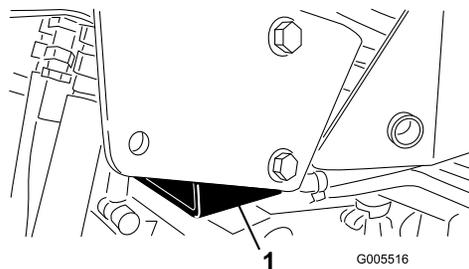

図 35
- 右側ジャッキパッド部分と、ROPS横転保護バーのサポートブラケットの近く 図 35。